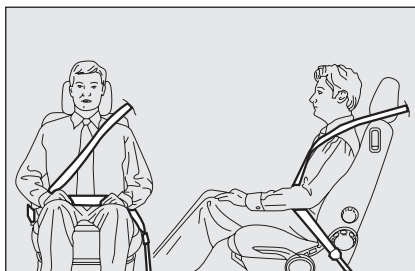

fig. 5
*Il nastro della cintura non deve essere attorcigliato. La parte superiore deve passare sulla spalla e attraversare diagonalmente il torace. La parte inferiore deve aderire al bacino **fig. 5** e non all'addome del passeggero. Non utilizzare dispositivi (mollette, fermi, ecc.) che tengano le cinture non aderenti al corpo degli occupanti.*